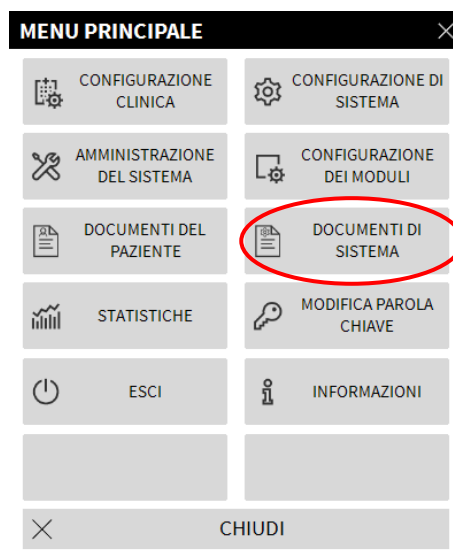

Fig 32
Si aprirà il menu seguente (Fig 32).
- Cliccare il pulsante **Documenti di Sistema** (Fig 32).